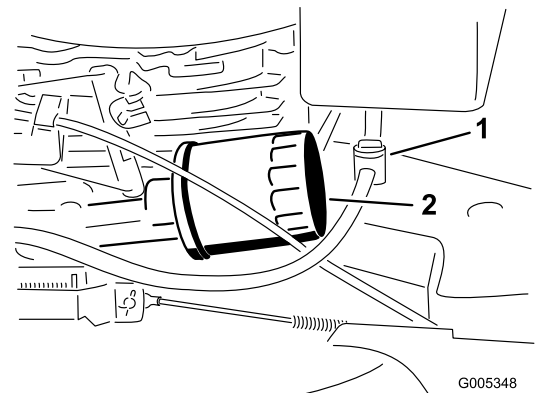

Figure 27
6. Placez un chiffon sous le filtre à huile pour recueillir l'huile qui peut s'écouler lors du retrait du filtre (Figure 27).
3. Fermez le robinet d'arrivée de carburant (Figure 27).